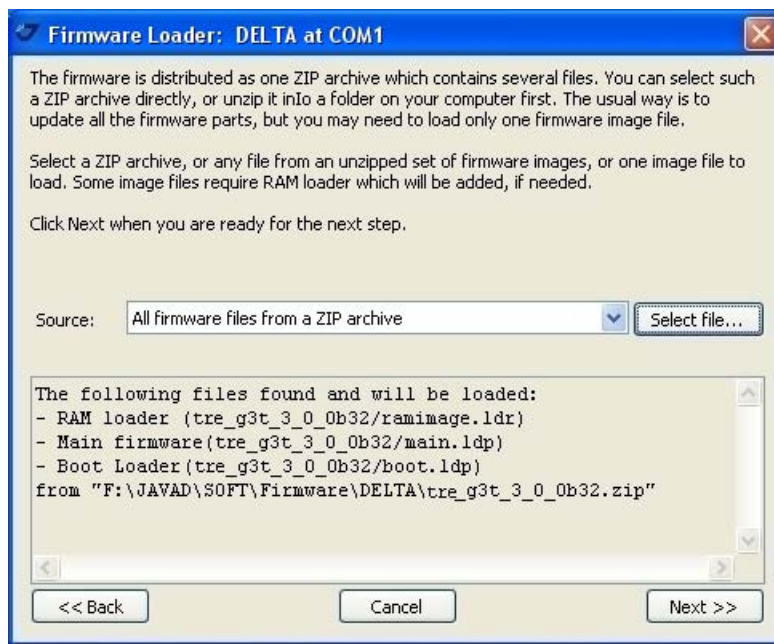

Рисунок 5-18. Файлы, готовые к загрузке
7. Нажмите *Next>>*, чтобы загрузить новое аппаратно-программное обеспечение (Рисунок 5-18).